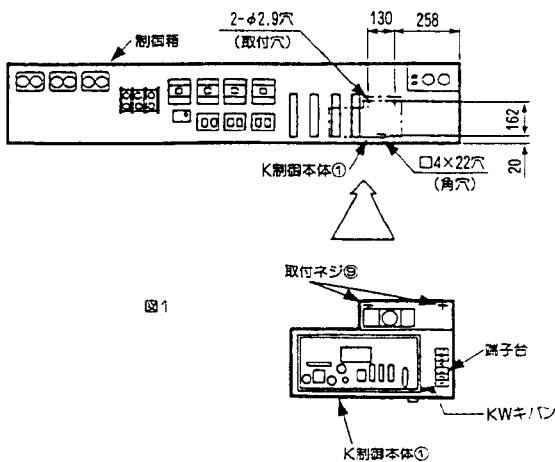

図1
3.2 制御箱の右下の角穴にK制御キット①の下部凸部を挿入し、取付穴に取付ネジ⑨を2個使用して取付けてください。(図1参照)